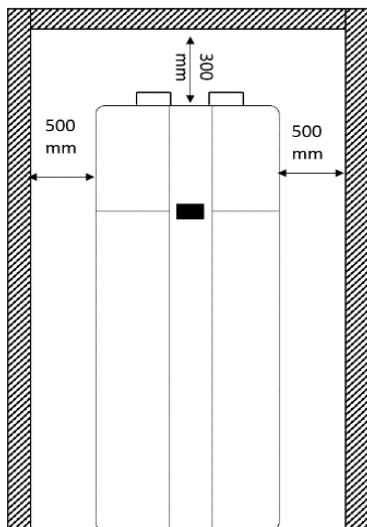

Figure 9 - Distance minimale des murs pour les appareils sans conduits
- Les distances minimales décrites à la figure 9 doivent être respectées.